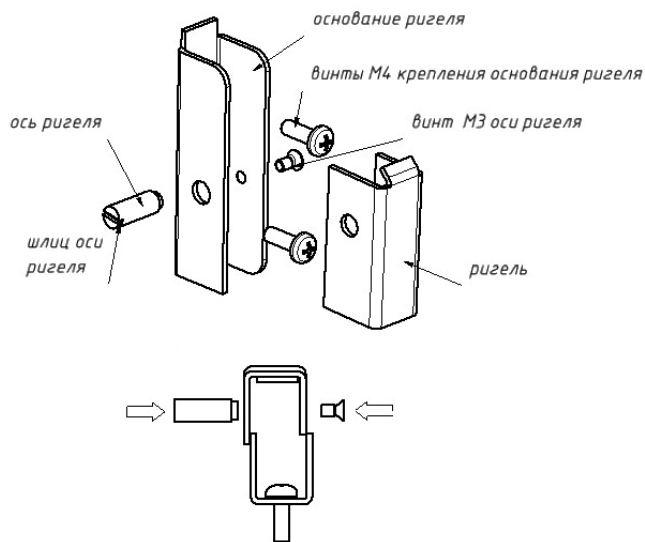

Рис.4. Сборка и установка ригеля
- Вставьте ригель и ось ригеля (см. рис.4).